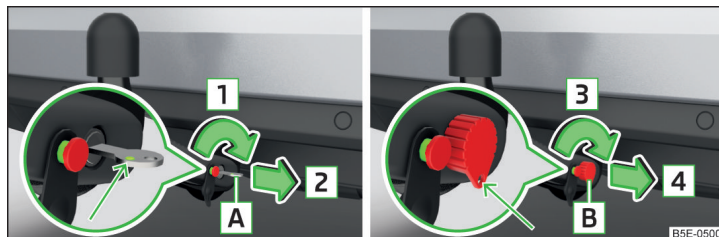

Fig. 171 Blocarea încuietorii: varianta de cheie 1 / varianta de cheie 2
- Rotiți cheia [A] în sensul săgeții [1] în așa fel încât marcajul verde al acesteia să indice înspre în sus » fig. 171.
- Rotiți cheia [B] în sensul săgeții [3], în așa fel încât inelul cheii să indice înspre în jos » fig. 171.